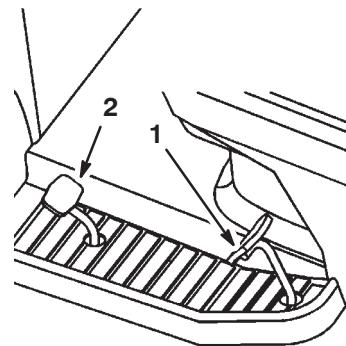

Bild 15
2. Gehen Sie mit dem Fuß auf das Fahrpedal und drücken Sie das Pedal langsam nach vorne (Bild 15).
2. Stellen Sie den Fuß auf das Gaspedal zum Rückwärtselfahren und treten Sie das Pedal langsam durch um rückwärts zu fahren (Bild 15).